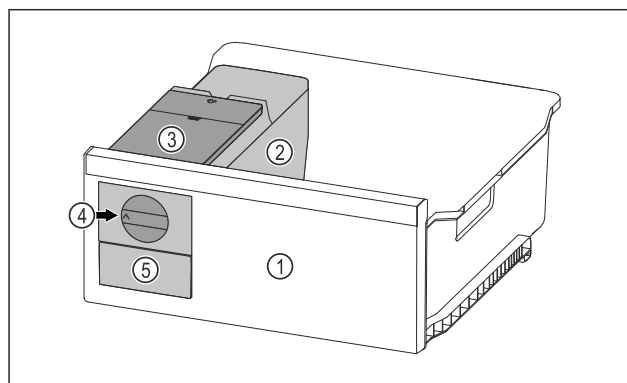

Fig. 179 Immagine a titolo di esempio
- Ruotare la manopola Fig. 179 (4) verso destra finché non si arresta.
- I cubetti di ghiaccio cadono dalla ciotola dei cubetti di ghiaccio nel cassetto dei cubetti di ghiaccio Fig. 179 (5). Se non tutti i cubetti di ghiaccio fuoriescono dalla ciotola dei cubetti di ghiaccio: